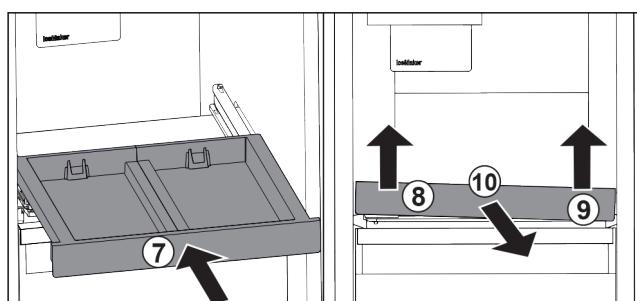

Fig. 91
- ▶ 推入拉出式搁板。Fig. 91 (7)
- ▶ 抬起抽屉左前部。Fig. 91 (8)
- ▶ 抬起抽屉右前部。Fig. 91 (9)
- ▶ 向前取出拉出式搁板。Fig. 91 (10)